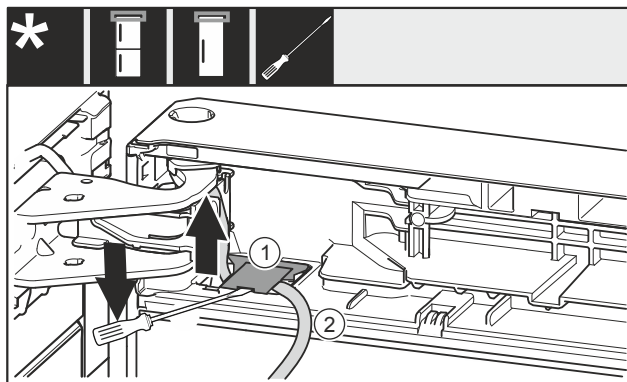

Fig. 20
- ▶ Odvijačem s ravnom glavom podignite poklopac Fig. 20 (1) i izvucite ga.
- ▶ Izvucite kabel Fig. 20 (2).